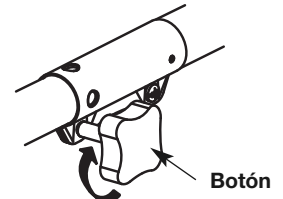

Fig. 3
1. Para aflojarlo, gire el botón en el sentido opuesto al de las manecillas del reloj (Fig. 3).
2. Apriete el botón girándolo hacia la derecha (Fig. 3).
4. Apriete el botón girándolo hacia la derecha (Fig. 3).